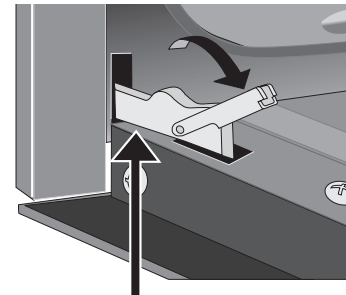
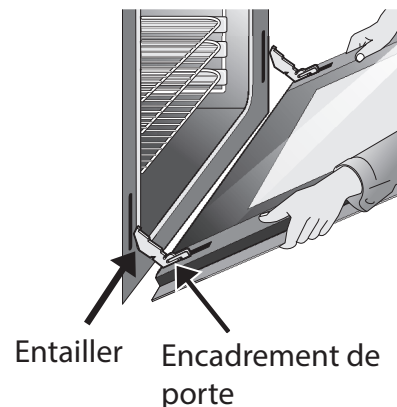

Figure 34 : Soutien de la porte pour la dépose
Figure 35 : Repose du bras articulé et du galet
3. Saisir fermement les deux côtés de la porte du four. Ne pas la soulever par la poignée (voir Figure 34).
4. Ouvrir la porte à un angle d'environ 10 degrés du cadre de porte (voir Figure 34).
5. Soulever les bras articulés hors des galets situés de part et d'autre du cadre de four (voir Figure 35).
1. Saisir fermement les deux côtés de la porte du four. Ne pas la soulever par la poignée (voir Figure 34).
2. Tout en tenant la porte au même angle que pour la dépose, asseoir le crochet du bras articulé sur les galets situés de part et d'autre du cadre de four (voir Figure 34 et Figure 35). Le crochet du bras articulé doit s'asseoir fermement sur les galets.